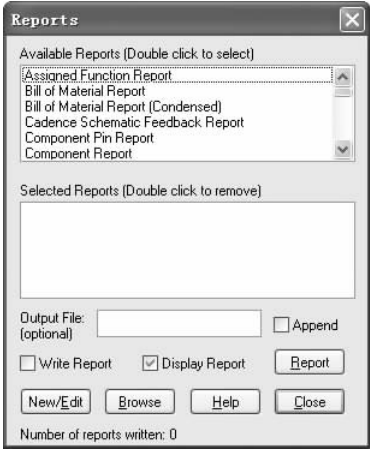

图 12-55 “Reports”对话框
1. 选择菜单栏中的“Tools（工具）”→“Reports（报告）”命令，弹出“Reports（报告）”对话框，如图 12-55 所示。